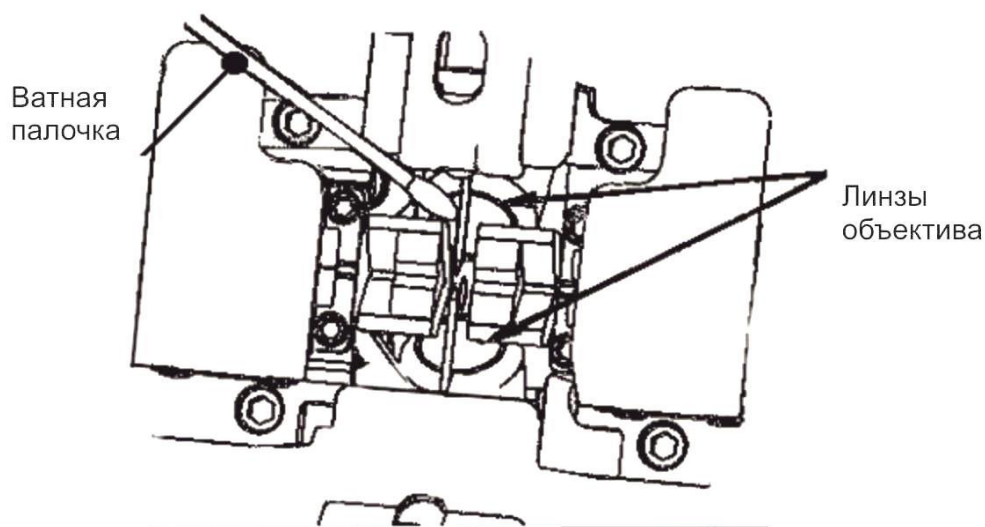

Рис. 4-4.
- 3) Аккуратно очистите поверхность линзы с помощью тонкого ватного тампона, смоченного в спирте, как показано на Рис. 4-4. Двигайте тампон по спирали, начиная от центра линзы к ее краям. Удалите излишки спирта с помощью сухого ватного тампона.